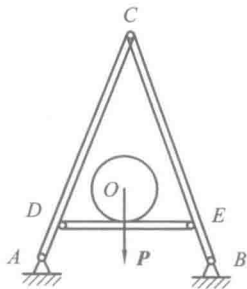

图 1.19
4. 如图 1.19 所示, 分析结构整体及各部分的受力, 未画重力的不计自重, 所有接触均为光滑接触。